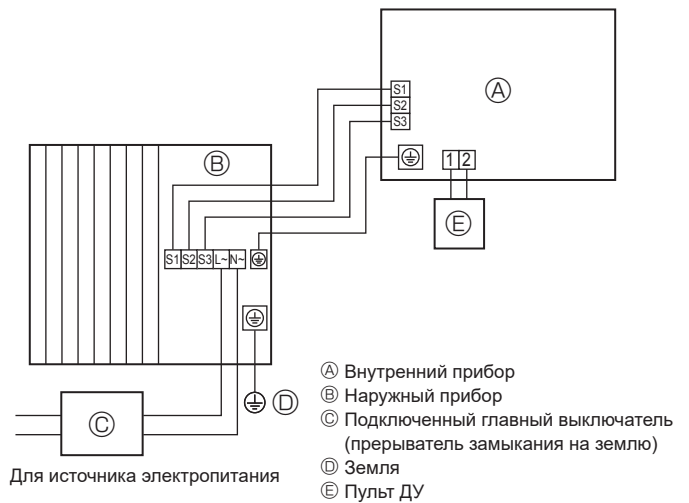
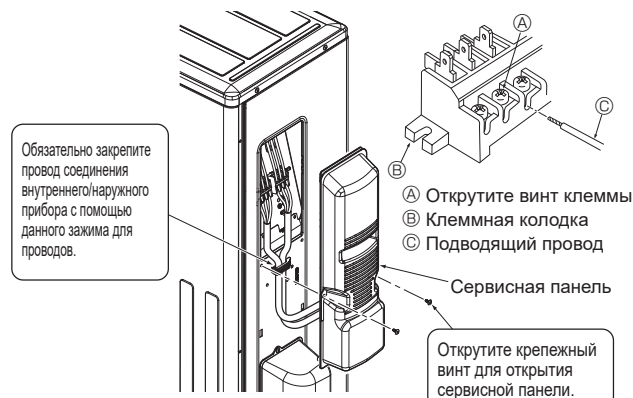

Fig. 6-1
Fig. 6-3
### 6.1. Наружный прибор (Fig. 6-1, Fig. 6-2, Fig. 6-3)
- ① Снимите сервисную панель.
- ② Проложите кабели в соответствии с Fig. 6-1, Fig. 6-2 и Fig. 6-3.